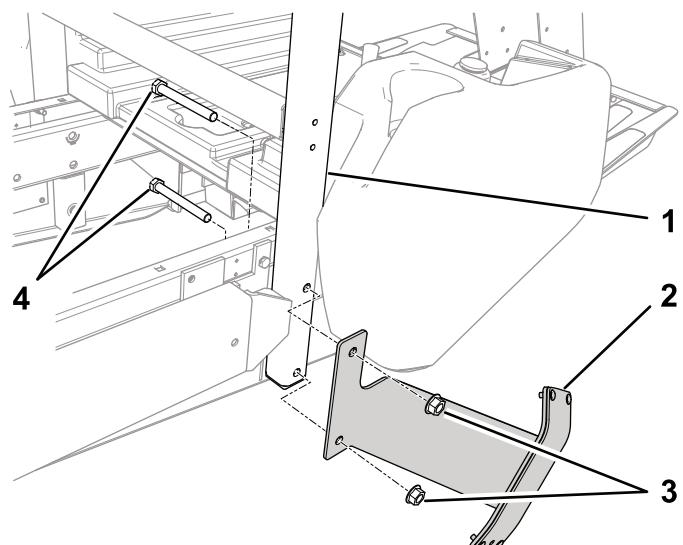

図 18
2. ホッパー・ストップ・アセンブリをROPSチューブの外側に取り付けるボルト1/2 x 4 1/2 インチ2本とロックナット1/2 インチを使用して図 18のように取り付ける。
- ROPSチューブを機体右側に固定しているボルト2本とナットを取り外す図 18。